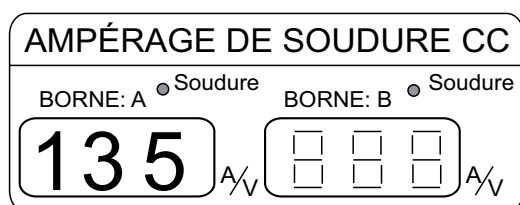

**Figure 34. Compteur de soudage CC (135 ampères)**
- Le courant sélectionné (ampères) s'affiche sur le compteur de soudage CC. L'exemple illustré dans Figure 34 correspond à une valeur de courant constant de 135 ampères.